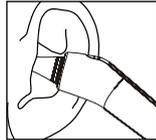

Bild 8
- Während Sie sanft am Ohr ziehen, führen Sie den Messsensor mit sanftem Druck in den Gehörgang ein (Bild 8). Drücken Sie nun die START-Taste.